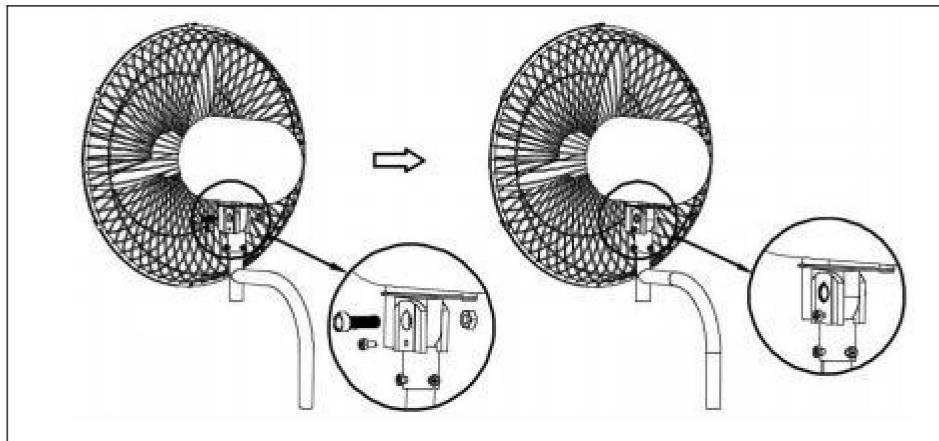

Fig. 8.
1). Montera fläkthuvudet på fästet, lås sedan fästets skruvar4(10) och fästmuttrarna1(11), och lås slutligen fästsprövarna3(9). Se (Fig.8.)